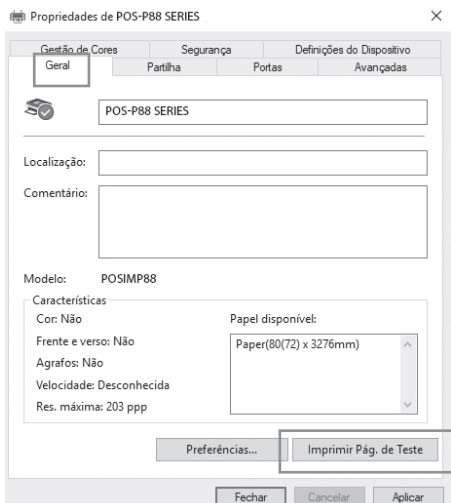

Figura 15
**3.2.6.** Para imprimir a página de teste selecione “Geral” e de seguida “Imprimir Página de Teste”. (Ver Figura 15).